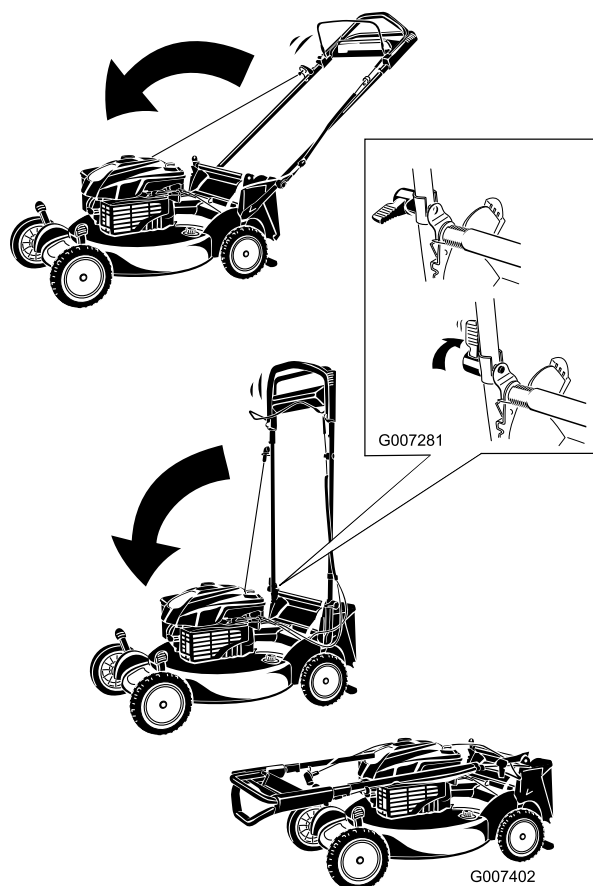

Figure 44
1. Pliez la partie supérieure du guidon en avant (Figure 44).